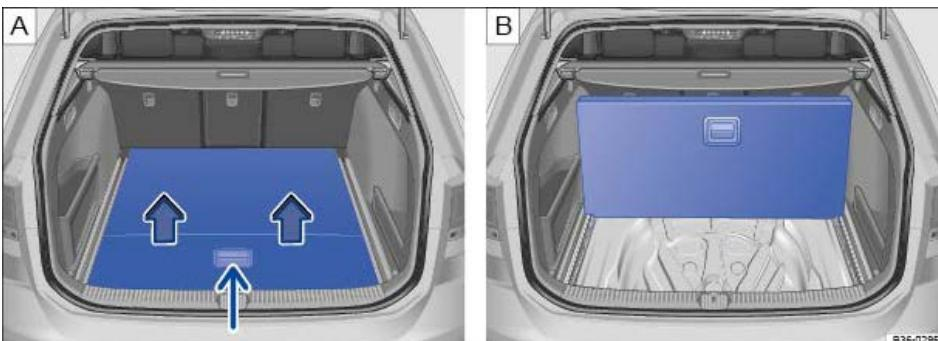

Abb. 144 Im Gepäckraum: Gepäckraumboden aufstellen.
- Den Gepäckraumboden am Griff ⇒ Abb. 144  (kleiner Pfeil) anheben und wie gezeigt aufstellen ⇒ Abb. 144  (B).
- Um den Gepäckraumboden zu falten, den aufgestellten Gepäckraumboden ⇒ Abb. 144  (B) nach vorn drücken, bis er zusammengefaltet liegen bleibt.